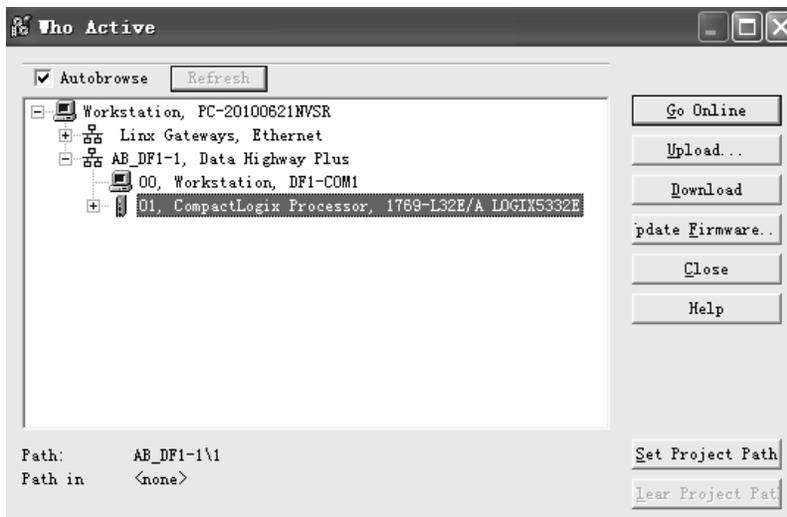

图 1.22 串口通信程序下载
(2) 用串口驱动器下载程序。将 RSLogix 5000 完成的项目最大化，从 Communication 的下拉菜单中选择 Who Active 并双击 AB_DF1-1 图标，浏览目标控制器，选择 L32E Controller，单击 Download 按钮。注意：为了下载控制器，PLC 必须处于 Program 或 Remote Program 状态，如果没有处于这两种状态，将提示确认在下载前软件可以切换模式，如图 1.22 所示。